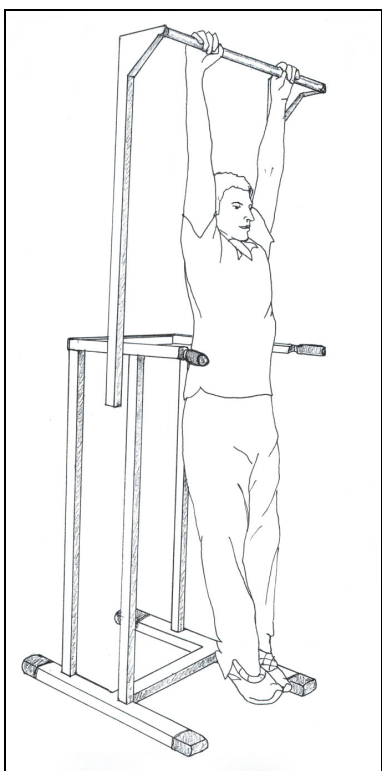

figura 7: Sospensione a braccia completamente distese
- assumere – sia all’inizio della serie, sia prima dell’esecuzione di ogni successiva trazione – la posizione in sospensione attiva a braccia completamente distese, come illustrato in **figura 7**;